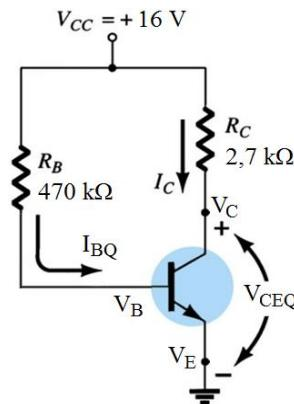

Figura 2 - Gano  $\beta = 90$ .
**Questão 4** – Para o TJB da Figura 2, pede-se calcular: o ponto quiescente ( $I_{CQ}$ ,  $v_{CEQ}$ ),  $V_B$ ,  $V_C$  e  $V_E$ .